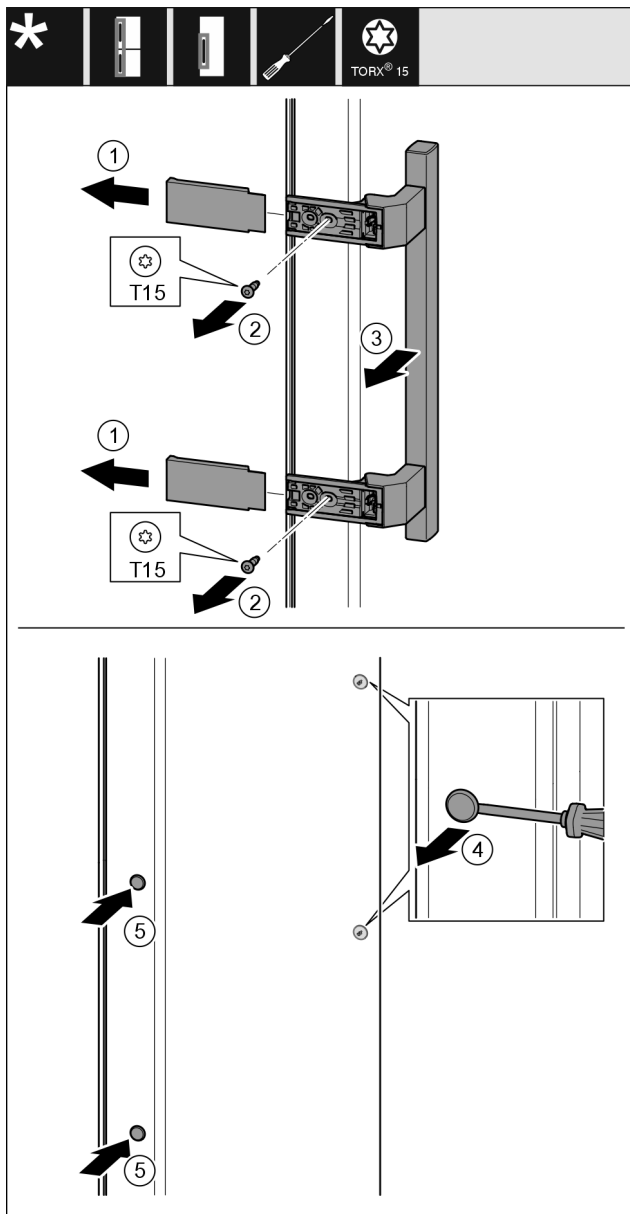

Fig. 40
- Abdeckung Fig. 40 (1) abziehen.
- Schrauben Fig. 40 (2) mit Schraubendreher herausdrehen.
- Griff Fig. 40 (3) abnehmen.
- Seitlichen Stopfen Fig. 40 (4) vorsichtig mit einem Schlitzschraubendreher anheben und herausziehen.
- Stopfen Fig. 40 (5) auf der anderen Seite wieder einsetzen.